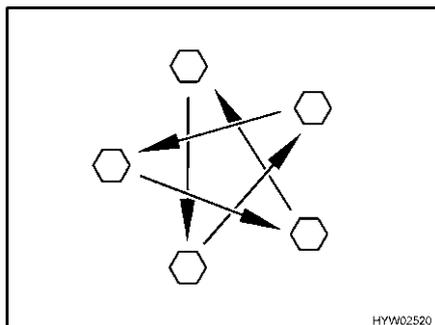

Bild 274 Radmuttern oder Radschrauben über Kreuz anziehen
- Radmuttern oder Radschrauben regelmäßig auf festen Sitz prüfen. Radmuttern oder Radschrauben eines ausgewechselten Rades nach 50 km über Kreuz nachziehen (Bild 274). Anziehdrehmoment siehe Abschnitt 13.5.2.
- ▷ Radmuttern oder Radschrauben über Kreuz anziehen (Bild 274).